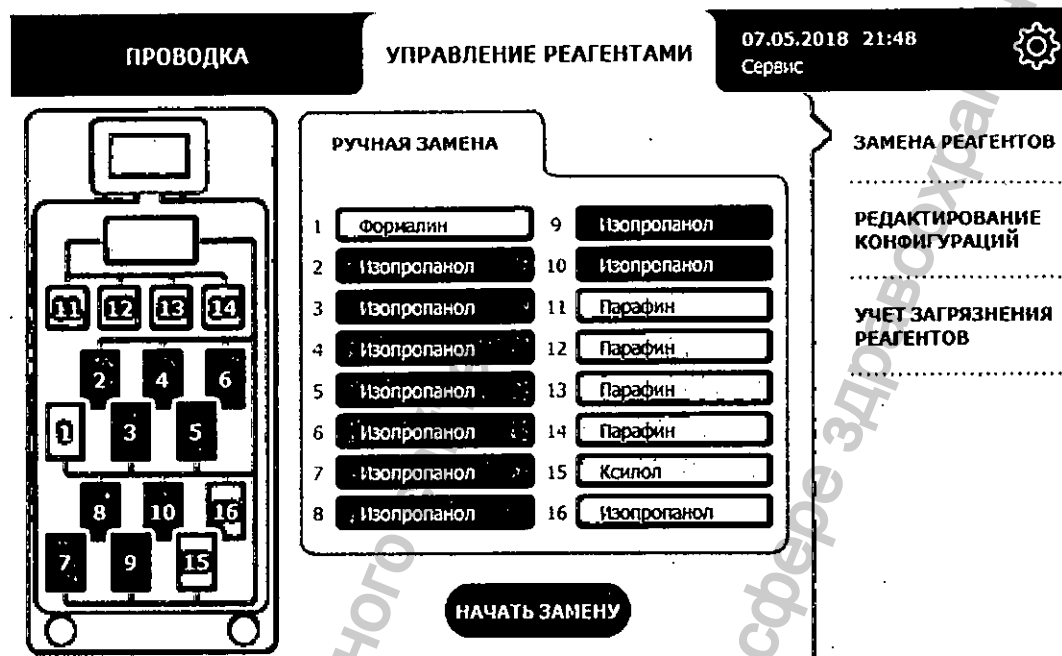

Рисунок 3.82. Выбор группы реагентов для замены
2. Выберите станцию для замены. При этом на экране будут выделены все реагенты, входящие в выбранную группу (рисунок 3.82).